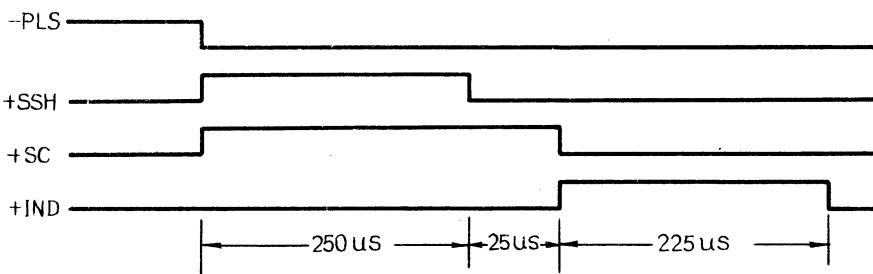

图 2
在这里  $SSH$  见图 2
(6) +DG 见图 2
(7) +IND 见图 2